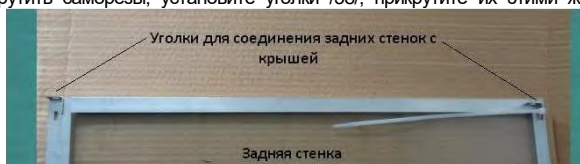

Рис. 12
Совместите крепежные отверстия на собранных задних стенках и на каркасе фронтальной стенки, соедините их с помощью саморезов 4*8 /33/ (рис.12).
3.5. Установка крыши (рис.12).